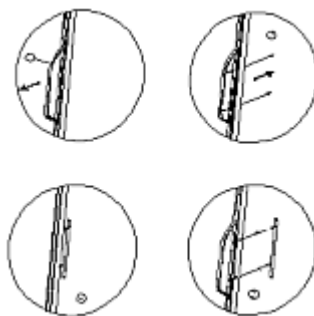

Fig. 2
1. Régler la température souhaitée sur une des valeurs possibles de 1 à 6, en tournant le régulateur de température (15, fig. 2) à l'intérieur de l'appareil.
1. Si nécessaire, allumer l'éclairage intérieur LED, en réglant l'interrupteur marche/arrêt (14, fig. 2) à l'intérieur de l'appareil sur la position « I » (ON).